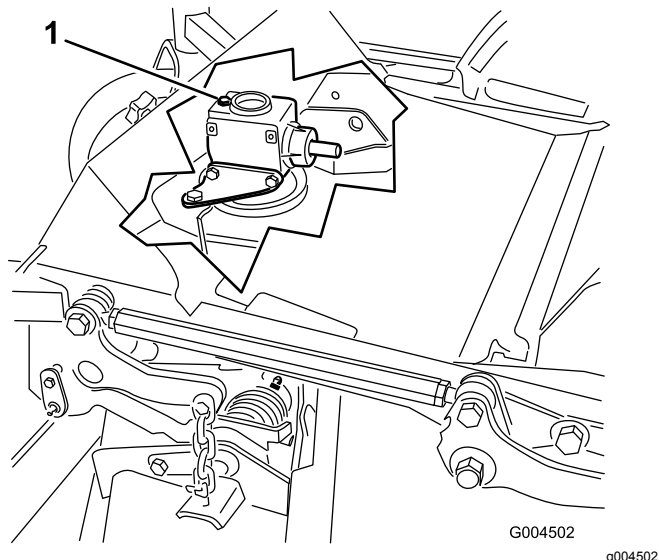

図 63
6. ギアボックスの上部についているディップスティック兼給油プラグ(図 63)を取り、オイルの量が、ディップスティックについている2本のマークの間にあることを確認する。
6. ギアボックスの上部についているディップスティック兼給油プラグ(図 63)を取る。